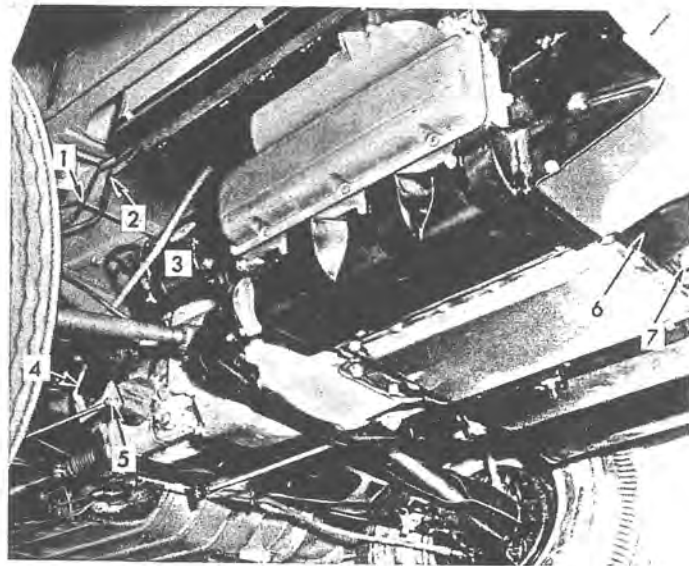
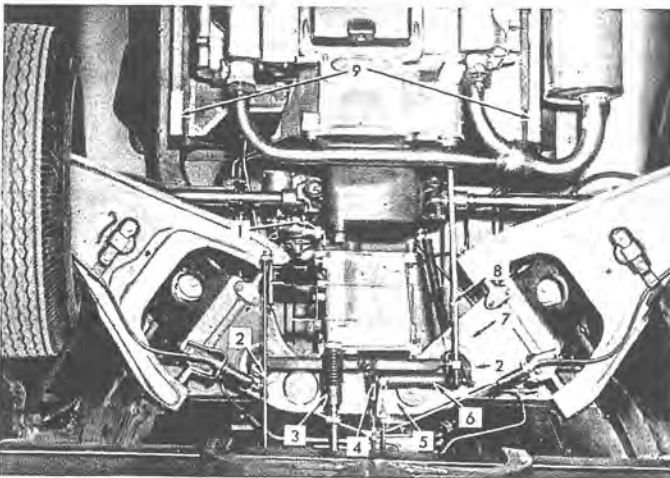

Fig. 1-5 - Onderaanzicht van motor
Fig. 1-6 - Aandrijfaggregaat met synchromesh gangwissel
4. De houders der afdichtingsstroken van de achter- en zijschermen van de motor verwijderen. (fig. 1-6).
7. De kabels van de startmotor-solenoïde (3, fig. 1-5) losmaken en de snelheidsmeterkabel (1, fig. 1-6) afkoppelen.
8. De bedieningsstang van de gasklepdwarsstang (4, fig. 1-5) losmaken van de achterste relaihefboom en de stang naar boven duwen in het motorcompartiment. De stang van de achterste relaihefboom verwijderen.
9. Op wagens met synchromesh gangwissel de koppeling van de schakelstang (3, fig. 1-6) losmaken en op wagens met automatische gangwissel de buigzame bedieningskabel, de gasklepstang en de gaspedaalstang losmaken, zoals beschreven in het desbetreffende hoofdstuk.
11. Op wagens met synchromesh gangwissel de terugtrekveer van de ontkoppelingsvork (8, fig. 1-6) losmaken, alsook het gaffelluiteinde (5, fig. 1-6) van de koppelingkabel. De trekstang (7, fig. 1-6) losmaken. De kogelbout van de dwarsstang (6, fig. 1-6) losmaken en de dwarsstang verwijderen.
12. De terugtrekveer (4, fig. 1-6) van de handrem losmaken.
14. De bout en sluitring van de achterste motorschermplaat (7, fig. 1-5) verwijderen.